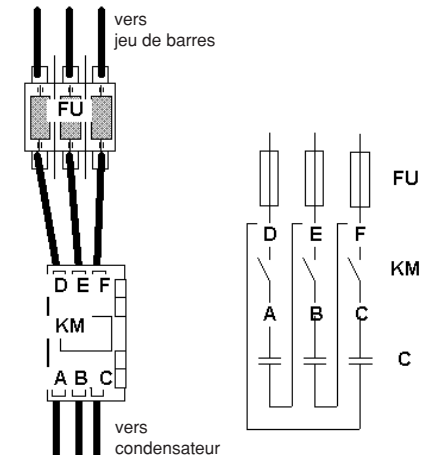

Fig. 25 Coupure dans les branches
■ Coupure dans les branches du triangle (fig. 25)